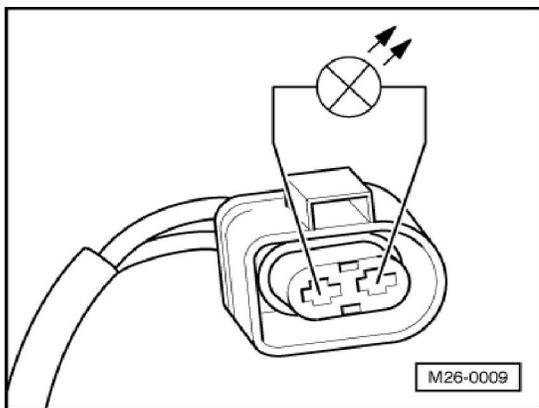

Fig.35 Conector doble para electroválvula N75
-Si la válvula no se activa desconecta rápidamente el conector de dos contactos y conecta ahí una lámpara de diodo (fig.35).